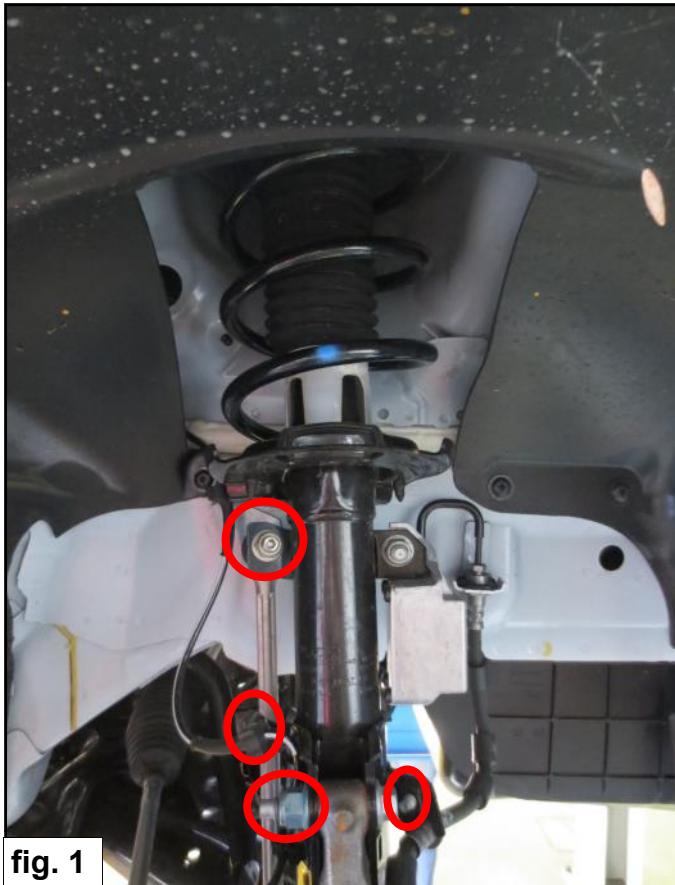

fig. 1
2. Verwijder de veerpoot aan de voorzijde volgens het werkplaatshandboek (fig. 1).